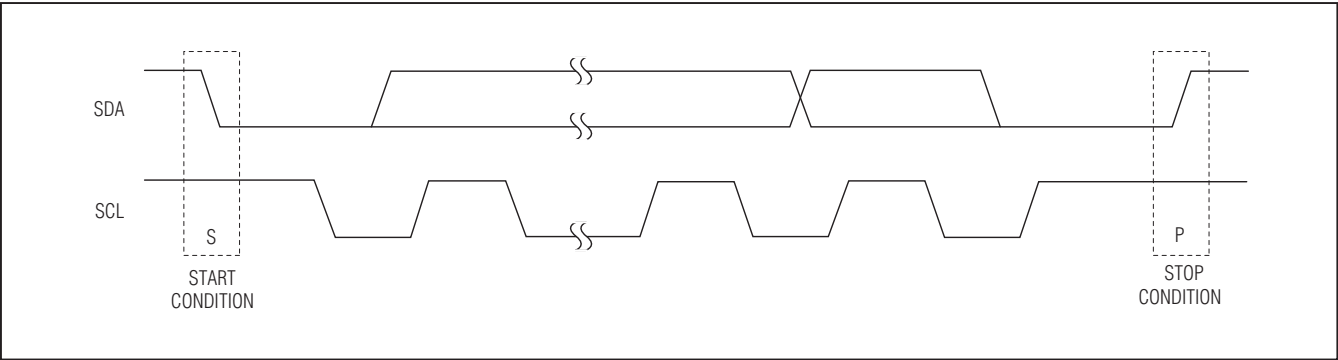

图3. START和STOP条件
每次传输由主机发出START (S) 条件(图3)，然后发送MAX7360的7位从地址和R/W位、一个寄存器地址字节、1个或多个数据字节，最后是STOP (P) 条件。